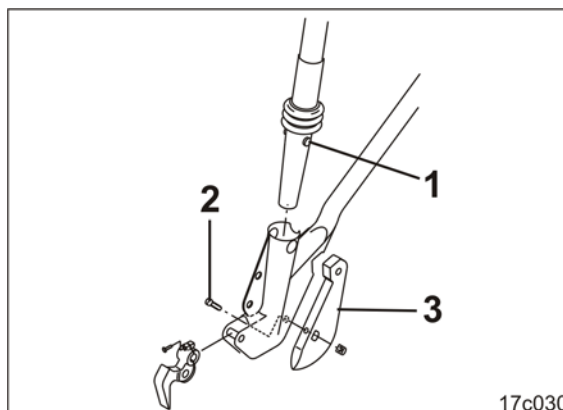

Fig. 218
1. Die Noppen (Fig. 218/1) des Trichters in den Scharkörper hineindrücken.
3. Die Schraube (Fig. 218/2) entfernen (Schrauben-Anzugsmoment 45 Nm).
4. Die Scharspitze (Fig. 218/3) aus der Verankerung heraushebeln.